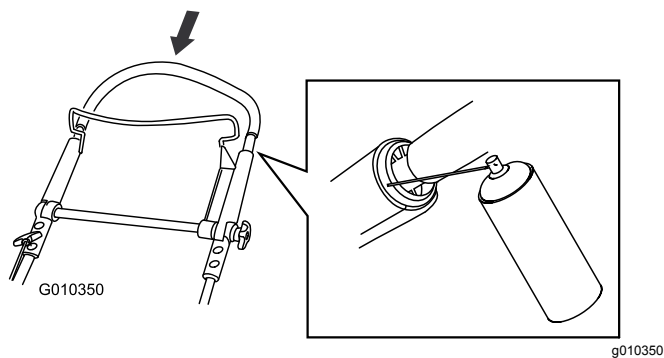

Figura 21
2. Spingete completamente verso il basso la sezione superiore della stegola e spruzzate il prodotto sulla superficie interna di plastica della parte esterna della stegola (Figura 21).